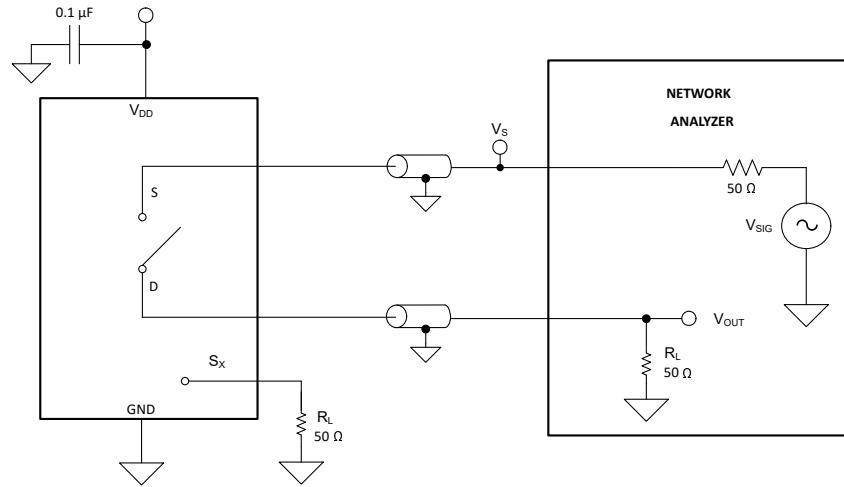

図 7-9. オフ絶縁測定時の設定
オフ絶縁は、オフチャンネルのソース・ピン (Sx) に信号が印加された場合に、そのデバイスのドレイン・ピン (D) に現れる信号の比率として定義されます。図 7-9 に、測定を行う際の設定と、絶縁を計算するための式を示します。